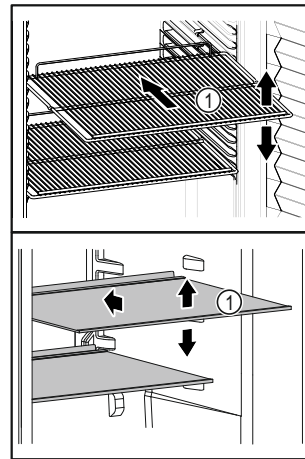

Fig. 66 Примерное изображение
- Если полки для хранения Fig. 66 (1) можно переставлять, отрегулируйте высоту их установки.